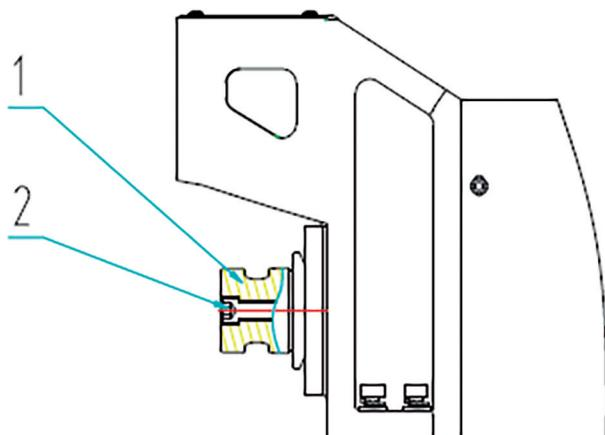

Figura 3
1. Tendo em visto a **Figura 3**, remova o parafuso (2) e puxe a matriz inferior (1);